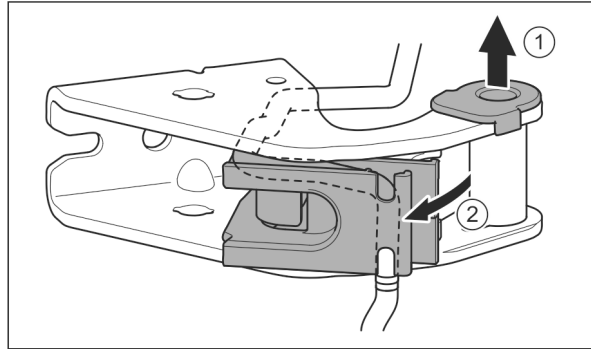

Fig. 29
- ▶ Lagerbussen uit de geleiding trekken. Fig. 29 (1)
- ▶ Kabelhouder naar buiten draaien. Fig. 29 (2)